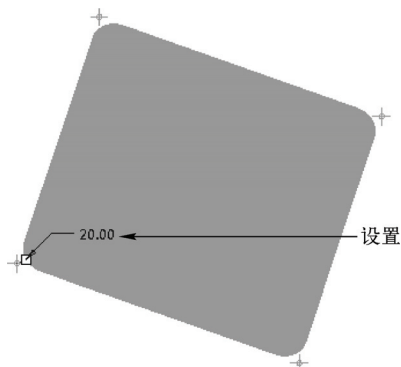

图 10-65 设置参数
STEP 04 在绘图区中选择合适的顶点，并设置半径为“20.00”，如图 10-65 所示。